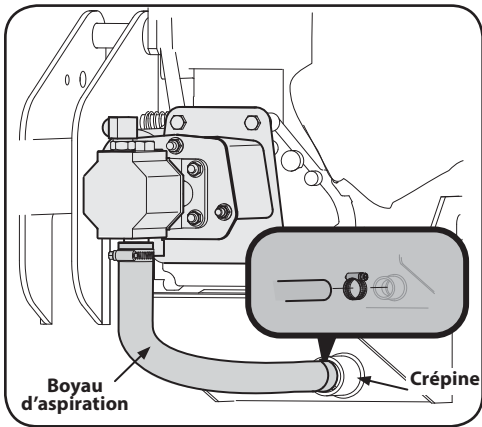
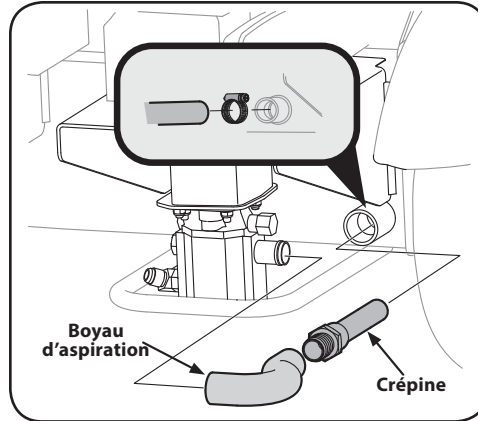

Figure 5-1
Figure 5-2
2. Si votre fendeuse à bûches est équipé d'un moteur à arbre horizontal, consultez la Figure 5-1 lorsque vous changez le liquide hydraulique.
3. Si votre fendeuse à bûches est équipé d'un moteur à arbre vertical, consultez la Figure 5-2 lorsque vous changez le liquide hydraulique.
4. Débranchez le boyau d'aspiration du fond du réservoir. Pour les moteurs à arbre horizontal, consultez la Figure 5-1; pour les moteurs à arbre vertical, consultez la Figure 5-2.